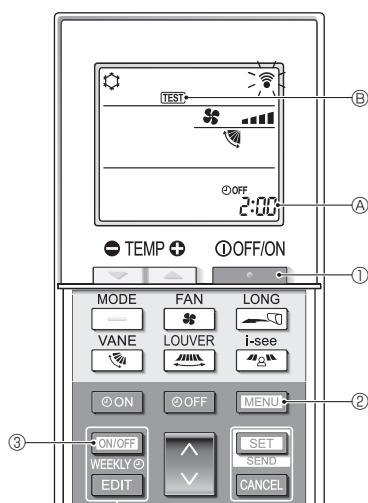

Fig. 7-5
7.2.2. Utilizar o controlo remoto sem fio (Fig. 7-5)
- Prima o botão ① para parar o aparelho de ar condicionado.
- Se o temporizador semanal estiver activo (**WEEKLY** aceso), prima o botão ③ para o desactivar (**WEEKLY** apagado).
- Prima o botão ② durante 5 segundos.
- Prima o botão ②.
- ③ acende e a unidade entra no modo de teste de funcionamento.